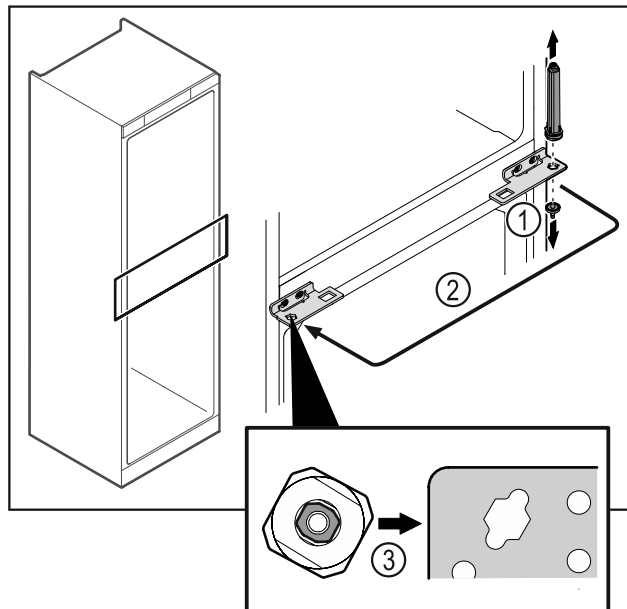

Fig. 49
- Noskrūvējiet eņģes tapu Fig. 49 (1).
- Pārlieciet durvju slēgšanas sistēmu Fig. 49 (2).
- Ievērojiet durvju slēgšanas sistēmas pareizo izvietojumu ievietošanas Fig. 49 (3).